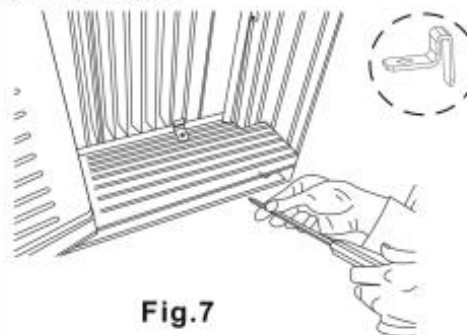

Fig.7
- A. Placez le verrou de cadre entre les extensions du cadre et le rebord de fenêtre comme illustré (Fig. 7). Enfoncez des vis de blocage de 19 mm ou 12,7 mm (3/4 ou 1/2 po) à travers le verrou de cadre et dans le seuil.